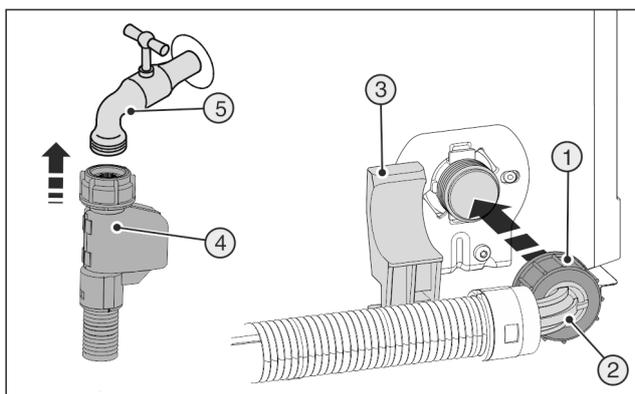

Fig. 8
- ▶ Raccorder l'extrémité droite du tuyau Fig. 8 (4) au robinet d'arrêt. Fig. 8 (5)